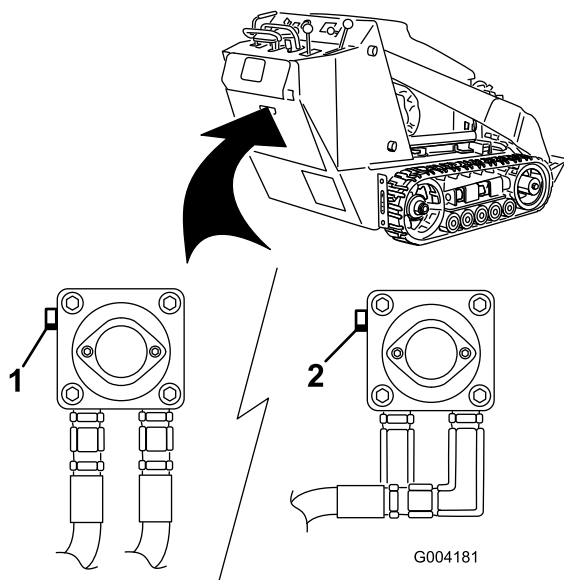

Figura 22
3. Con l'aiuto di una chiave, girare due volte in senso antiorario le valvole per il rimorchio situate sulle pompe idrauliche (Figura 22).